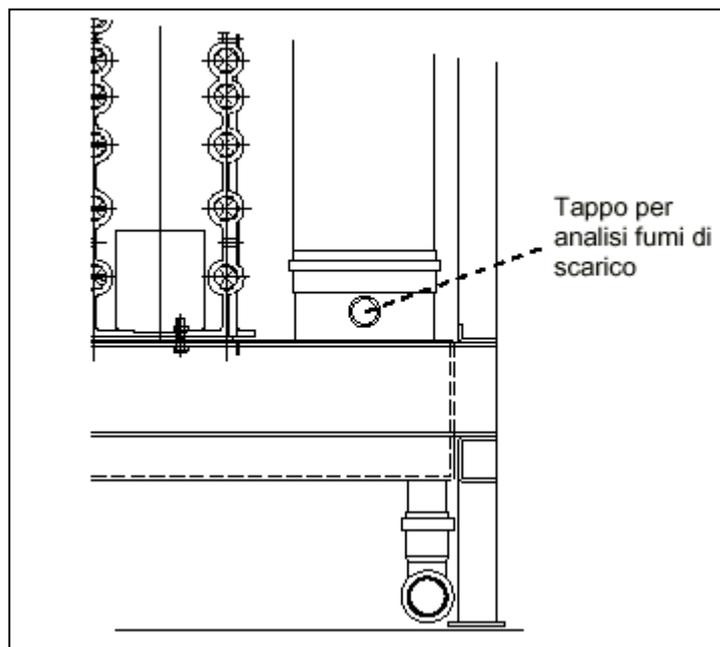

Fig. 11 - Posizione tappo per analisi fumi di scarico
- Svitare il cappuccio di chiusura della presa per l'analisi dei fumi dal camino (ved. fig. 11).